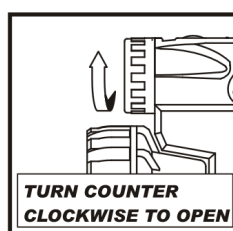

Fig.15
- Rimuovere la testa della lampada ruotandola in senso antiorario. (Fig.15)